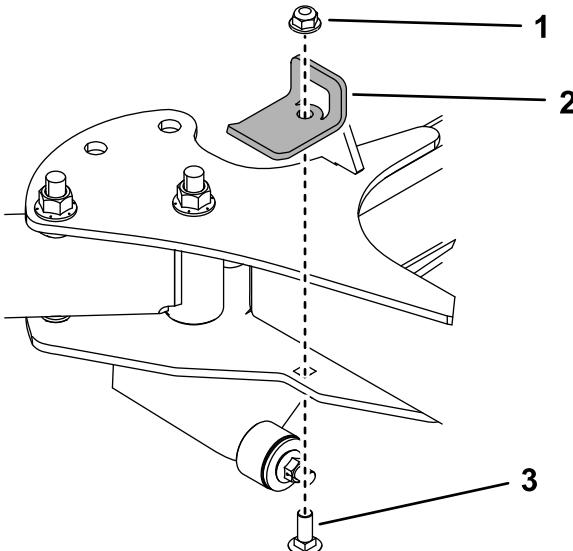

Figure 13
10. Avec un boulon de carrosserie ($\frac{3}{8}$ x 1 po) et un contre-écrou ($\frac{3}{8}$ po), installez le support de butée sur le côté droit de la machine (Figure 13). Serrez le boulon à un couple de 37 à 45 N·m (27 à 33 pi-lb).